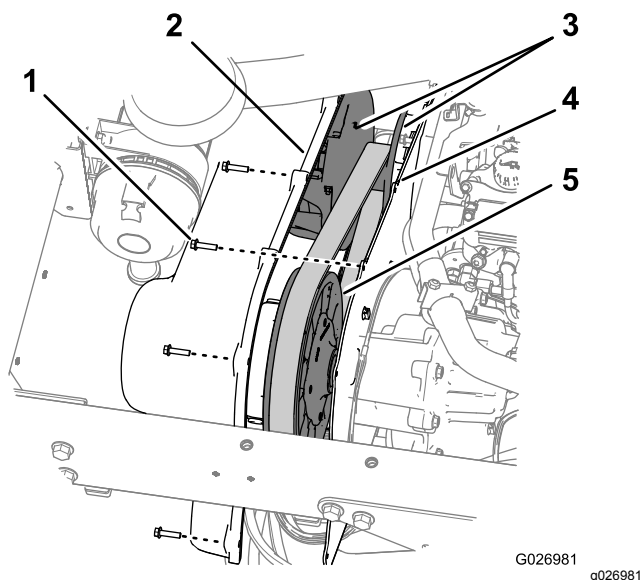

図 64
1. トランスミッションカバーをトランスミッション取り付けプレートに固定している六角ワッシャねじ9本 1/4 x 1"を外す 図 64。
5. トランスミッションカバーの穴を、取り付けプレートの穴に合わせる 図 64。
6. カバーを取り付けプレートに固定する 図 64 ステップ 1 で取り外した六角ワッシャねじ9本 $\frac{1}{4} \times 1"$ を使用し、 $10.2-12.4 \text{ N}\cdot\text{m}$  $1.0-1.3 \text{ kg}\cdot\text{m} = 90-110 \text{ in}\cdot\text{lb}$ にトルク締めする。